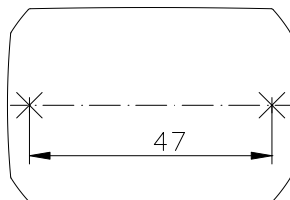

Рисунок 2.2. Шаблон разметки
2. Приложите к стене шаблон для монтажа (Рисунок 2.2) и просверлите отверстия.